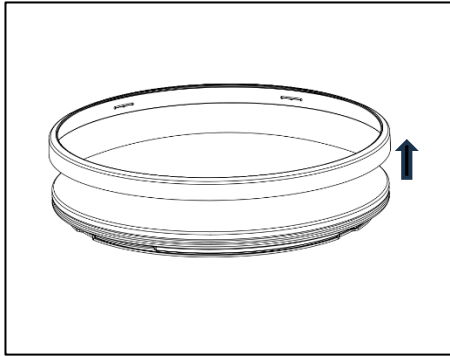

Figura 5
2. Retire el adorno decorativo blanco (3) del difusor quitándolo solo del lado superior del difusor y viceversa para instalar el adorno negro proporcionado (consulte la Figura 5).